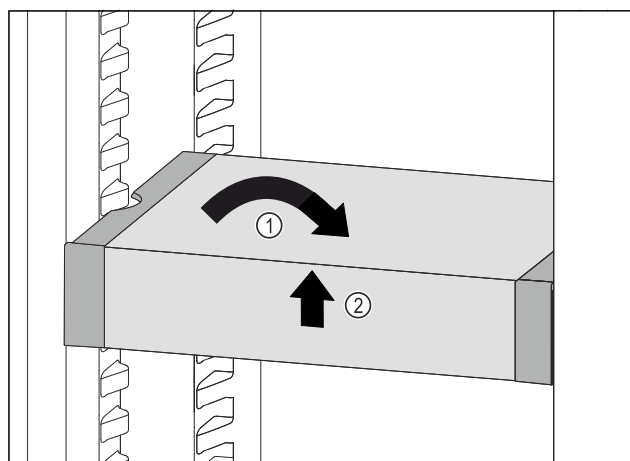

Fig. 152
- VarioSafe postavte rovně. Fig. 152 (1)
- VarioSafe vpředu zvedněte. Fig. 152 (2)